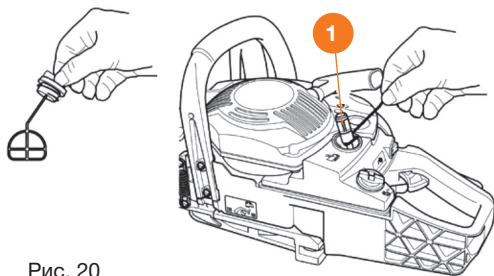

Рис. 20
Топливный и масляный фильтры находятся каждый в своем баке, своевременно проводите их осмотр и замену. Для этого снимите крышку соответствующего бака и крючком из проволоки извлеките фильтр ❶ (Рис. 20). В случае загрязнения внутренней поверхности бака, промойте его чистым бензином и просушите.